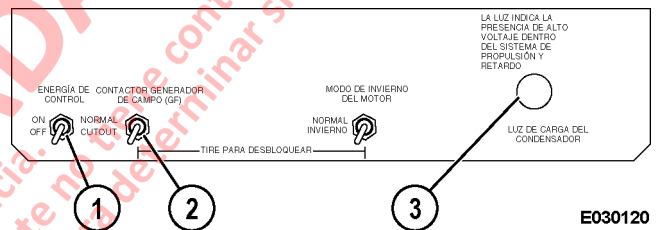

FIGURA 5-1. PANEL DE VISUALIZACIÓN DE INFORMACIÓN
6. Para asegurar que la barra de enlace no se energizará durante los procedimientos de prueba y reparación, gire el interruptor de corte GF (2, Figura 5-1) en el gabinete de control a la posición de corte (CUTOUT), para lo que debe tirar el interruptor hacia afuera y moverlo hacia abajo.